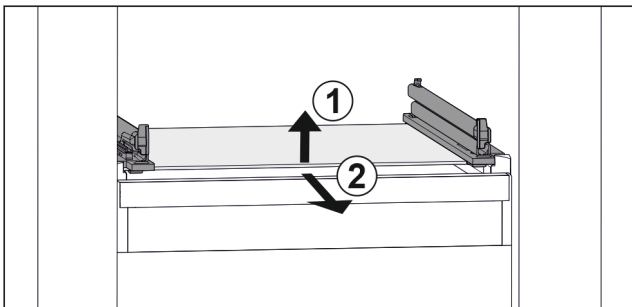

Fig. 59 Примерное отображение стеклянной пластины
- ▶ Приподнимите стеклянную пластину спереди. Fig. 59 (1)
- ▶ Извлеките стеклянную пластину движением вперед. Fig. 59 (2)